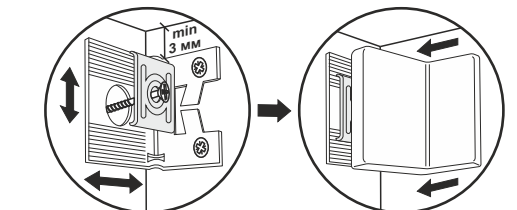

Рис.2
8. Зафиксировать изделие к стене: приложить навес к одной из боковин (1) не ближе 3 мм от крыши (3). Через отверстие Ø15 мм нанести отметки на верхней ХДФ (8) и просверлить отверстие в месте крепления к стене. Затем прикрутить навес к боковине (1) шурупами 4x16 П/Ш (рис.2). **Так как материалы стен различаются, крепеж для фиксации к стене не прилагается. Для выбора подходящего крепежа обратитесь в местный специализированный магазин.**